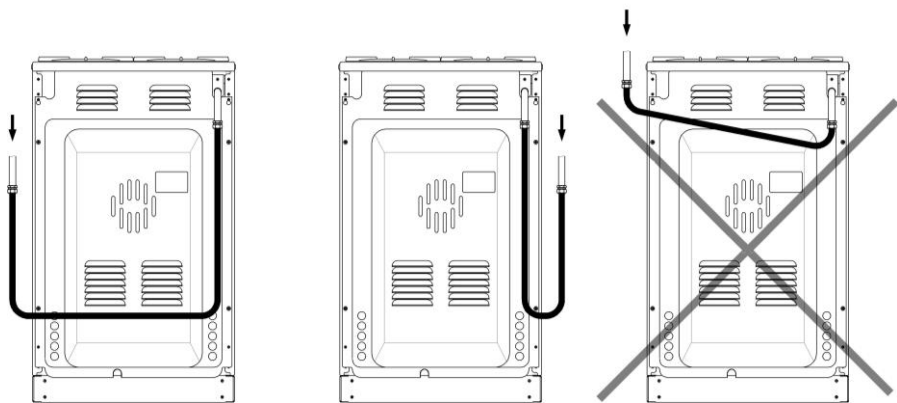

Рис. 2. Расположение гибкого шланга
- гибкий соединительный шланг не должен проходить в зоне высокого нагрева и касаться задней стенки плиты (Рис. 2);
Внимание! После установки плиты на место обязательно проверьте положение гибкого шланга подвода газа и шнура питания (Рис. 2). Они не должны проходить над дымоходом и касаться задней стенки плиты. Во время работы духовки там возникает высокая температура, которая может их повредить.